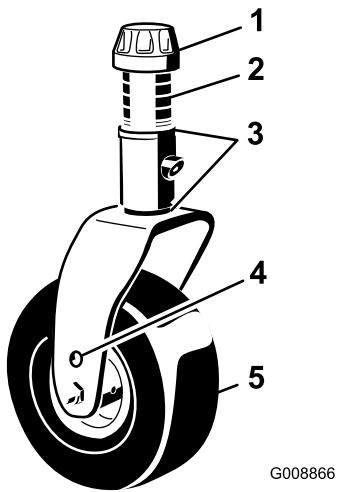

図 96
1. キャスタスピンドルシャフトからテンショニングキャップを外し、キャスターアームからキャスターシャフトを抜き出す（図 96）。必要に応じてシムの位置を変更してキャスタオイールの高さを変えてカッティングユニットを正しいピッチに調整する。